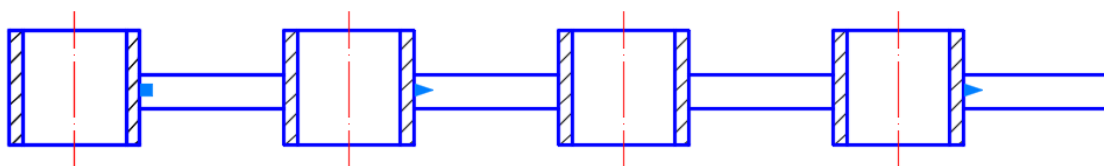

Рис. 95. Нижняя часть оросителя
6.5. Нижнюю часть оросителя построить с помощью следующего алгоритма (рис.95):